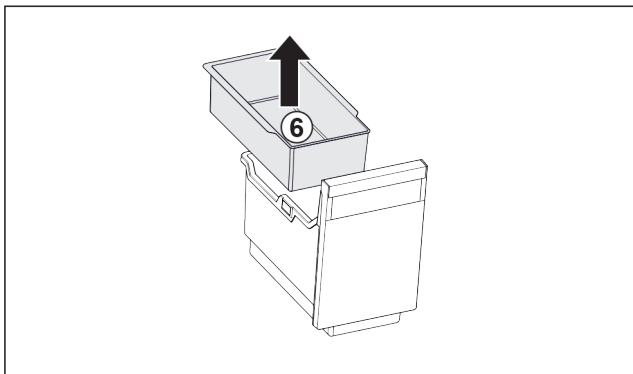

Fig. 26
- ▶ Retirer le Fig. 26 (6) balconnet pour glaçons.